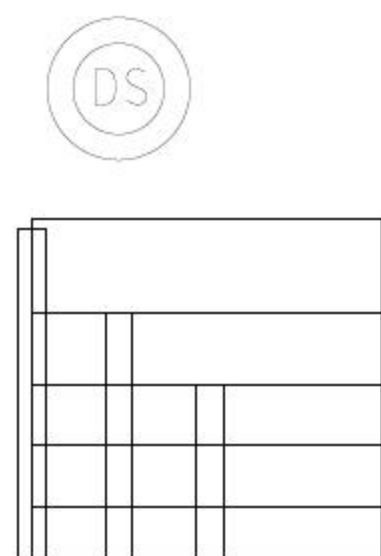

图11-3 调入元器件
- 03 调入元件图块。打开本书配备资源中的“素材\第11章\电气图例.dwg”文件, 选择电气元件, 并将其复制粘贴至电路图中, 如图11-3所示。